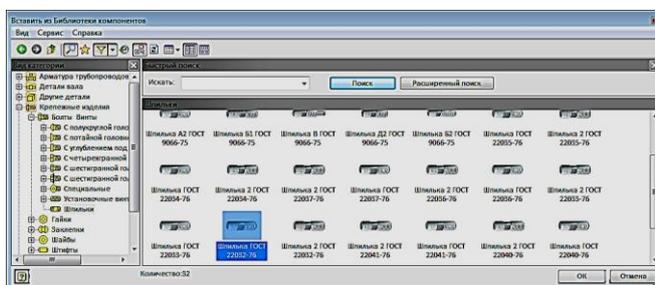

Рис. 4.20. Диалоговое окно «Вставить из библиотеки компонентов»
2. Вставьте из библиотеки компонентов  шпильку. В появившемся диалоговом окне «Вставить из библиотеки компонентов» выберите в «Дереве» ► «Крепежные изделия» ► «Болты, винты» ► «Шпильки» ► Шпильку ГОСТ 22032–76 (рис. 4.20).